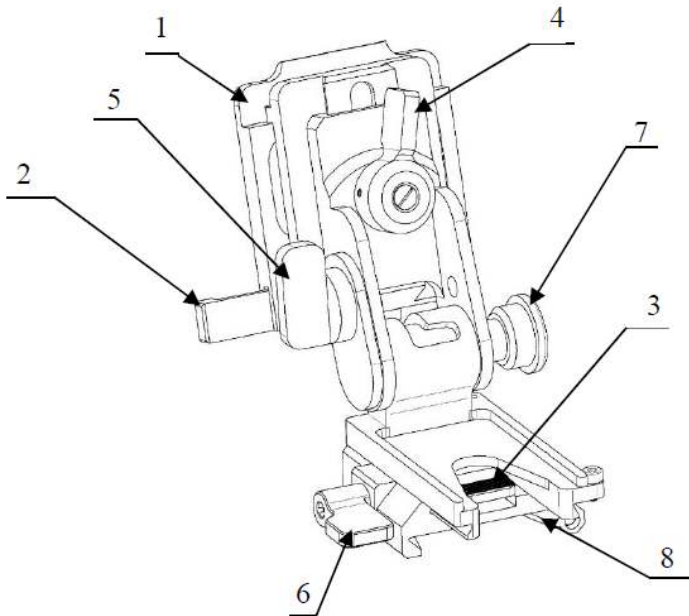

Рисунок 6 – Адаптер на каску
6.4.2 Регулировками адаптера по вертикали, горизонтали и углу наклона (рисунок 6) добиться оптимального расположения монокуляров относительно глаз пользователя.
7.10 Для одновременного откидывания обоих монокуляров вверх использовать кнопку 7 (**рисунок 6**) адаптера, предварительно подняв вверх оба монокуляра как описано в п.7.9.